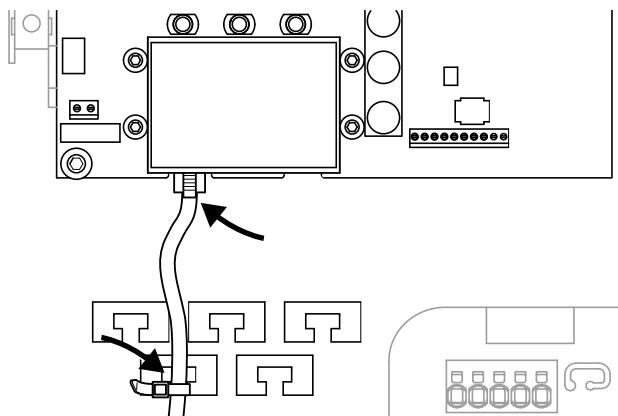

Fig. 35: Fixe o cabo no apoio do cabo
1. Fixe corretamente todos os cabos no apoio com um agrupador de cabos. **Fig. 35**